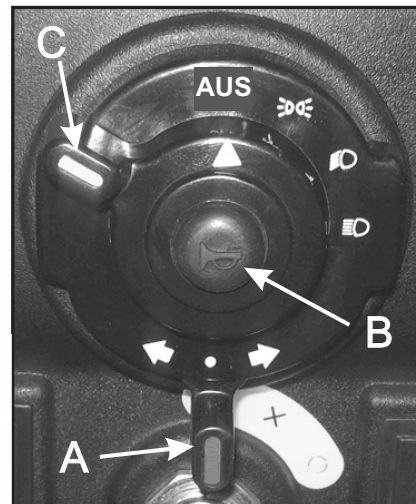

Abb. 3.3.2b
3.3.2b Kombinationsschalter (Abb. 3.3.2b):